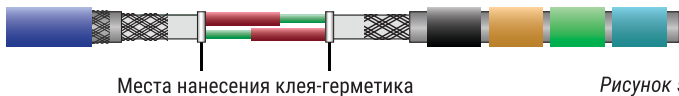

Рисунок 5
5.10. Надвинуть на соединения термоусаживаемые трубки 4,5/2,5 (L=30 мм) и термоусадить их с помощью воздушного термопистолета (T=350 °C) (рисунок 5).
Затем нанести клей-герметик в указанных местах (рисунок 5).